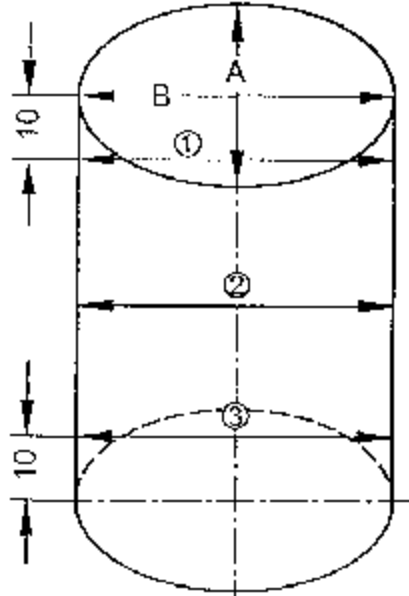

图 2-48 检查活塞尺寸的位置
(2) 如图 2-48 所示, 检查气缸尺寸。使用量程为 50~100mm 的内径千分表检测, 沿 A、B 两个方向分别测量三点, 要求与公称尺寸最大偏差为 0.10mm。气缸的尺寸见表 2-7 所示。